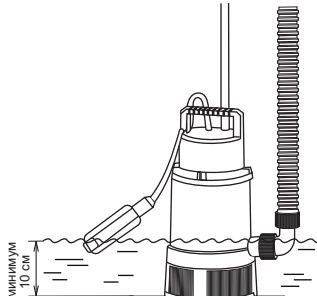

Рис. 1
5.5.2. При эксплуатации насоса в вертикальном положении или в положении под наклоном, включать его в сеть допускается только, если его насосная часть погружена в воду не менее чем на 10 см (рис. 1).
5.7. При установке насоса на дно источника воды в вертикальном положении, размещать его следует на твердом ровном постаменте (рис. 1). Высота постаumenta должна быть достаточной, чтобы насос не всасывал осадок жидкости, вязкостью и плотностью выше допустимой.